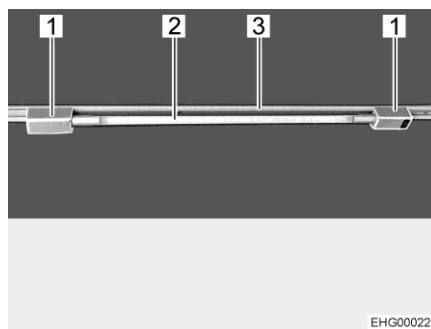

Fig. 27 Lampada tubolare
Come inserire la lampada tubolare: ■ Inserire i due supporti (Fig. 27,1) nella rotaia (Fig. 27,3). A tale scopo, ruotare i supporti di 90°. ■ Infilare il corpo lampada (Fig. 27,2) in uno dei supporti. ■ Spingere in avanti l'altro supporto sul corpo lampada, finché non si ottiene un collegamento stabile.
- Ruotare il corpo lampada (Fig. 27,2), finché non si raggiunge l'effetto luminoso desiderato.